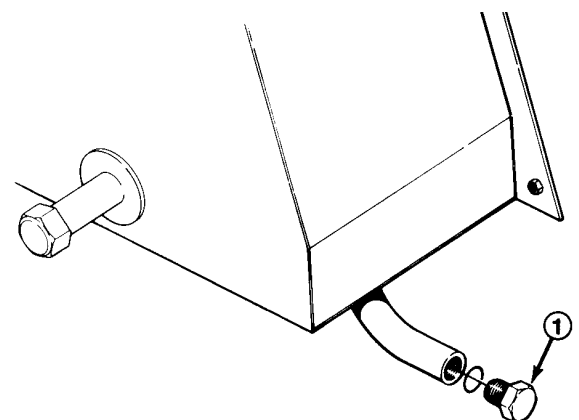

Bild 34
1. Entfernen Sie die Verschlussschraube (Bild 34) aus dem Behälter und lassen das Hydrauliköl in eine Auffangwanne ab. Schrauben Sie die Verschlussschraube wieder fest ein, wenn kein Hydrauliköl mehr aus dem Behälter heraus fließt.